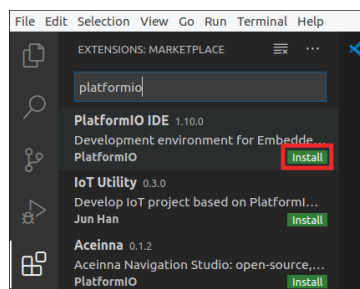

Figura 3. Extensão PlatformIO IDE
- d. Escreva *PlatformIO* na caixa de pesquisa e instale o *IDE PlatformIO* carregando no botão de instalação ao seu lado (Figura 3).